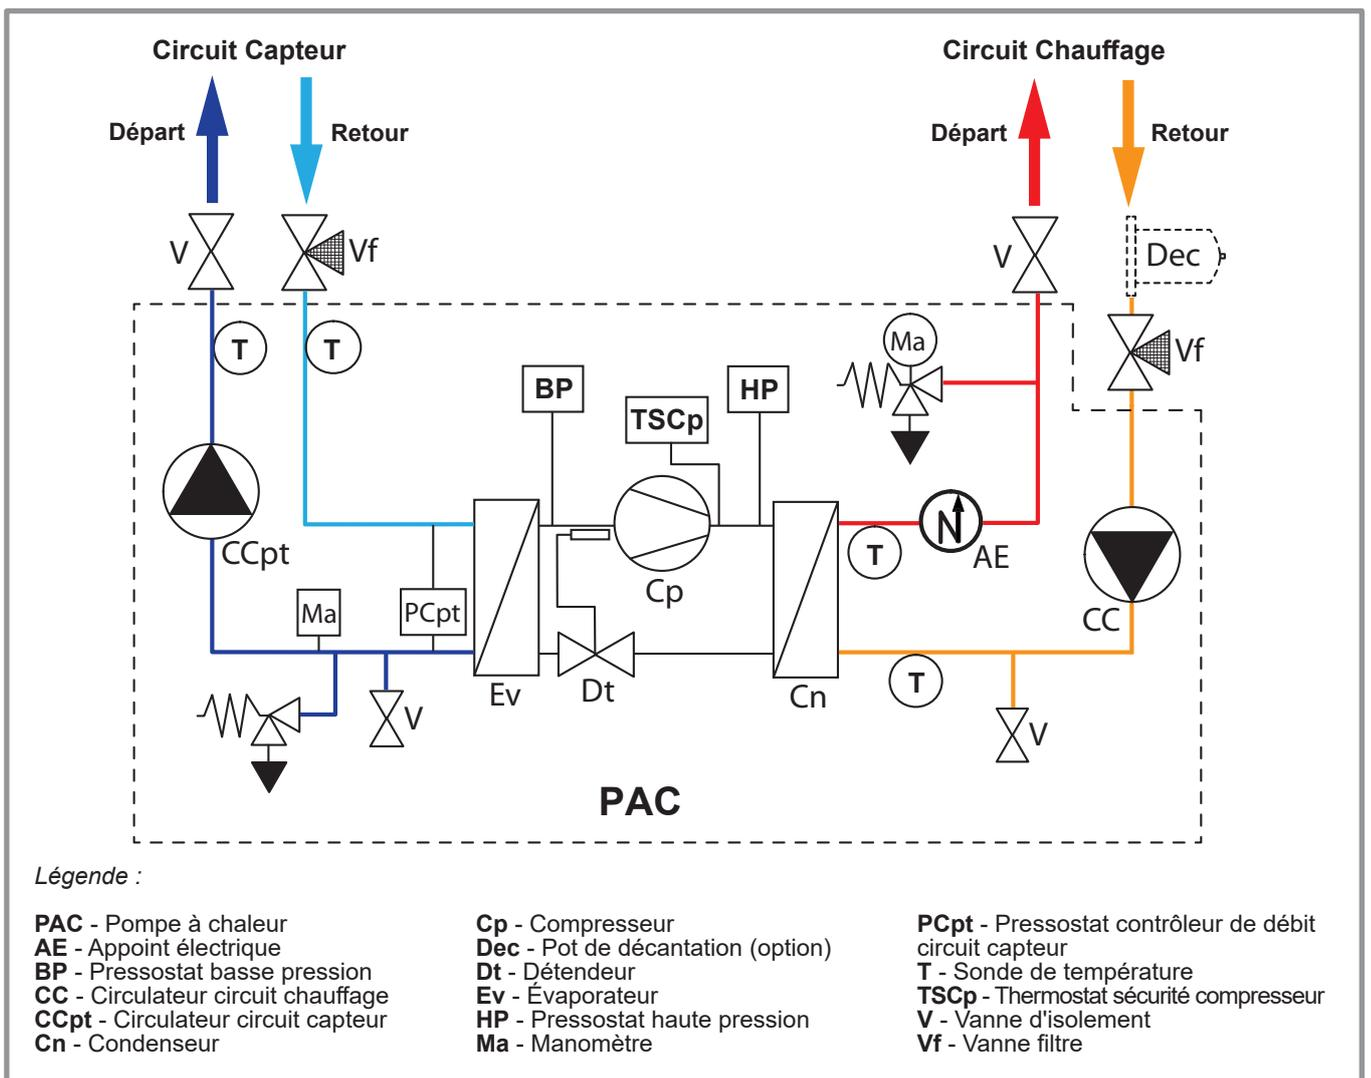

figure 7 - Schéma de principe de la pompe à chaleur
- Dans le compresseur (repère **Cp**, figure 7, page 9) : Le fluide frigorigène vaporisé est porté à haute pression et se charge davantage en calories.
- Dans le condenseur (repère **Cn**, figure 7, page 9) : L'énergie du fluide frigorigène est transmise au circuit de chauffage. Le fluide frigorigène reprend son état liquide.
- Dans le détendeur (repère **Dt**, figure 7, page 9) : Le fluide frigorigène liquéfié est ramené à basse pression et retrouve sa température et sa pression initiale.